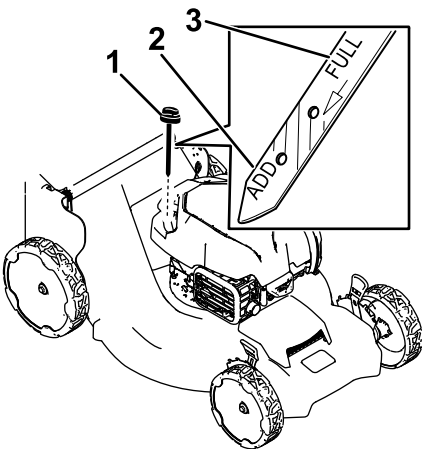

Figure 22
- 3. Tournez le bouchon dans le sens antihoraire et sortez la jauge (Figure 22).
- 4. Inclinez la machine sur le côté (filtre à air en haut) pour vidanger l'huile usagée par le tube de remplissage (Figure 22).